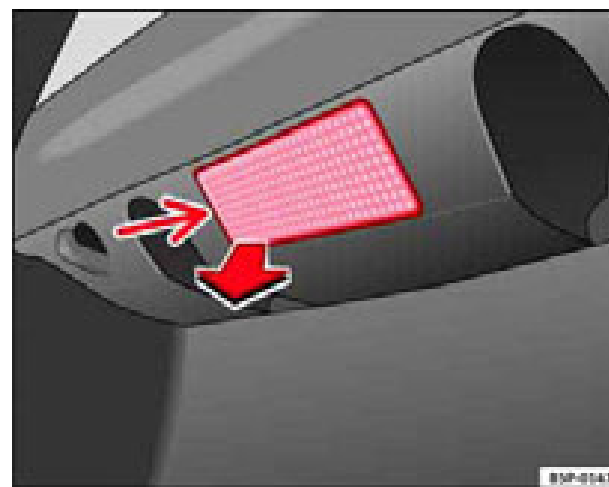

Fig. 167 Luz maletero
- Extraiga la tulipa haciendo presión sobre el borde de la parte interior de la misma -flecha- con ayuda de un destornillador por su parte plana. ⇒ fig. 167